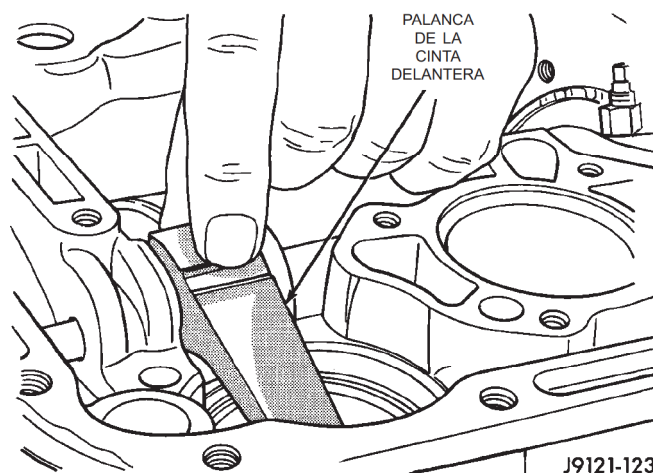
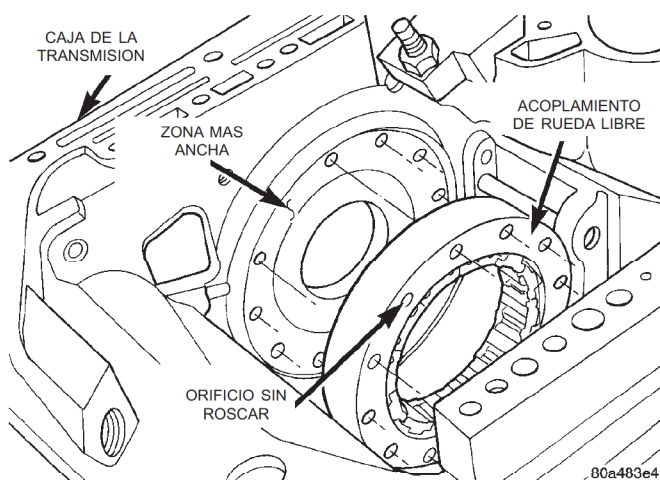

Fig. 92 Palanca de la cinta delantera
Fig. 96 Alineación de la leva del acoplamiento
(c) Retire la palanca de la cinta delantera (Fig. 92).
(4) Inserte la cinta trasera a través de la abertura del colector de la caja de la transmisión.
(5) Inserte el gancho de la cinta en la palanca del ajustador.
(6) Alinee los orificios de la barra de articulación con el orificio de la caja de la transmisión hacia afuera de la abertura del soporte trasero (Fig. 92).
(7) Inserte el pasador de anclaje en la caja a través de la barra de articulación.
(8) Examine los orificios de pernos de la leva del acoplamiento de rueda libre. Observe que un orificio está **sin roscar** (Fig. 96). Este orificio debe alinearse con el área sin rosca del círculo de pernos de la leva del embrague.